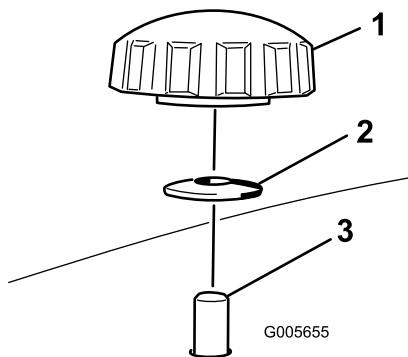
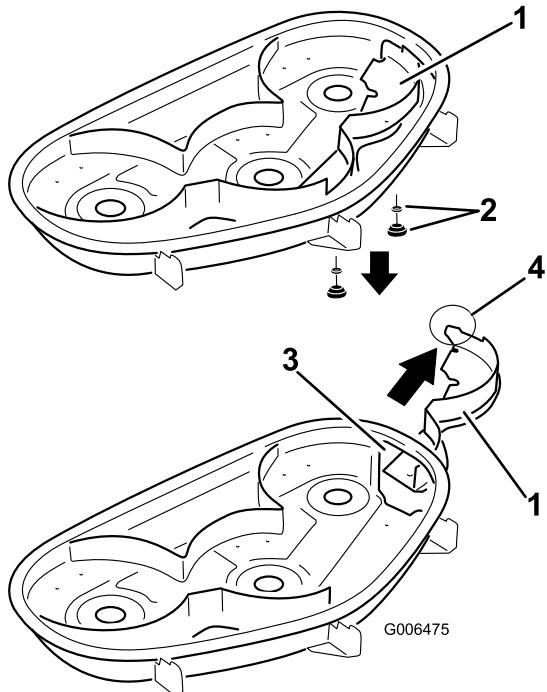

Bild 31
Bild 32
4. Nehmen Sie die beiden Handräder und die Wellenscheiben ab, mit denen das rechte Ablenkblech am Mähwerk befestigt ist, wie in Bild 31 dargestellt.
5. Nehmen Sie das rechte Ablenkblech ab und senken Sie das Grasablenkblech über der Auswurfkanalöffnung ab, wie in Bild 32 und Bild 31 dargestellt.
4. Schieben Sie das rechte Ablenkblech in das Mähwerk und befestigen Sie es mit zwei Handrädern und Wellenscheiben (kappenförmige Seite zum Mähwerk), wie in Bild 31 und Bild 32 dargestellt.